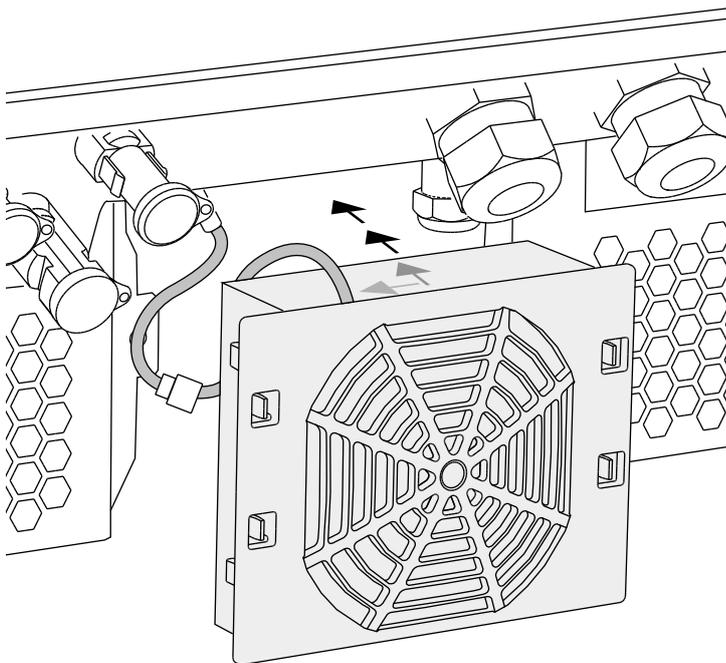

Fig. 61: Ventilatormontering
- Ventilatoren er monteret korrekt i ventilatorrammen (luftstrømsretning).  Fig. 61